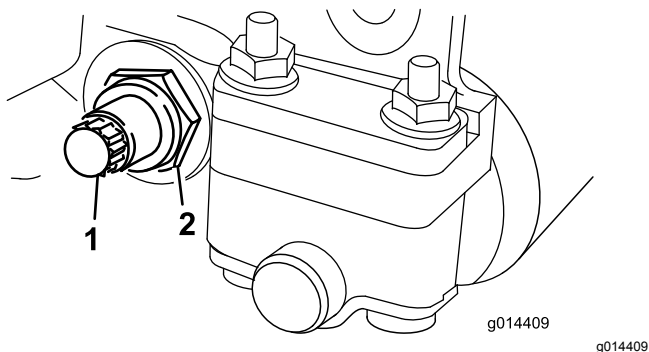

Figura 22
- En cada lado de la máquina, afloje la contratuerca que fija el perno de la barra de asiento (Figura 22).
- Retire todos los pernos de la barra de asiento, para poder tirar de la barra hacia abajo y retirarla de la unidad de corte (Figura 22).